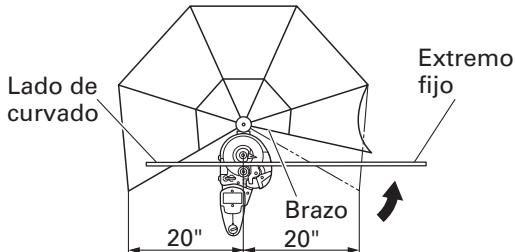

Fig. 21
- Instale el protector de desviación para operar con una longitud de curvado de varilla de 20" (diámetro interior del protector de desviación) o menos, con el fin de proteger a las personas que se encuentran cerca de la cortadora/curvadora contra los fragmentos que podrían salir despedidos durante el curvado. (Fig.21)
- (2) Asegúrese de instalar el protector de desviación cuando curve una varilla con una longitud de curvado de 20" (diámetro interior del protector de desviación) o menos, y una longitud de fijación de más de 20". En este caso, mueva el brazo en el lado de fijación, tal como se muestra abajo. (Fig.21).